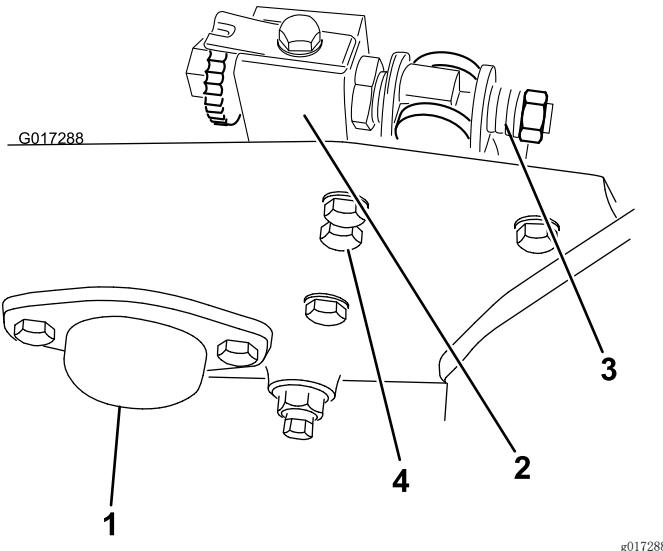

图3
2. 如果您此前卸下了疏草刀，请卸下并保留端盖和紧固件备用（图3）。